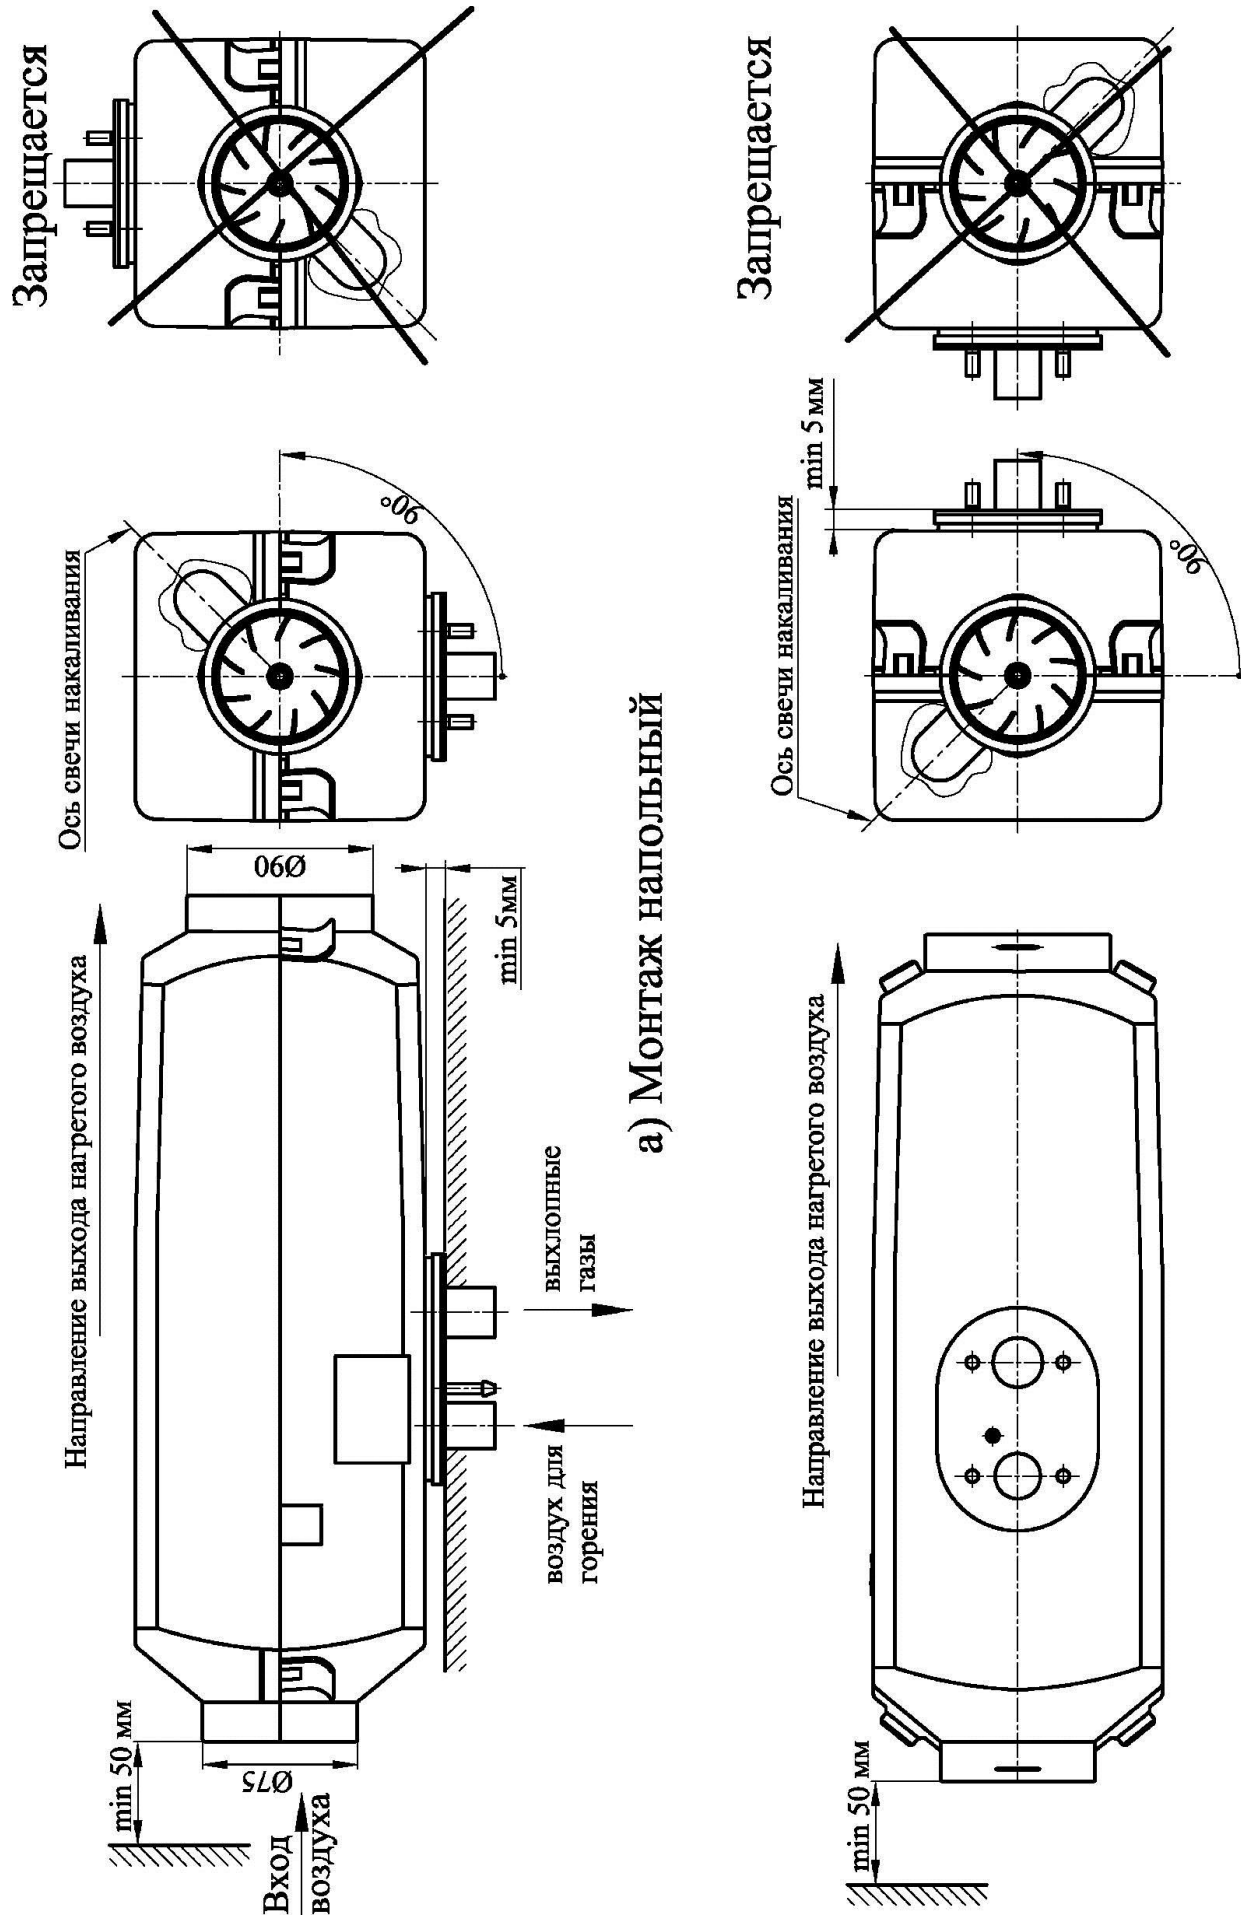

Рис.8 Монтажные положения нагревателя
Монтаж нагревателя производится с учетом допустимых рабочих положений в соответствии с рис.8.
**Нагреватель должен устанавливаться горизонтально, при этом свеча накаливания должна быть в верхнем положении согласно рис. 8.**